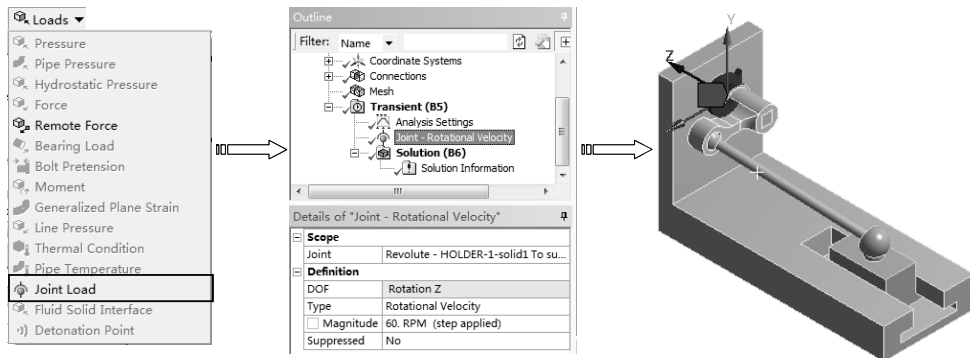

图 10-28 施加旋转角速度
2) 在【Outline (分析树)】中选择【Transient (B5)】节点，单击【Environment】工具栏上的【Loads】|【Joint Load】命令，在详细设置窗口的【Joint】下拉列表中选择 Revolute 关节，在【Type】下拉列表中选择 Rotational Velocity，设置【Magnitude】为 60rpm，如图 10-28 所示。